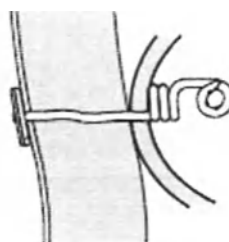

Рис. 4
5. После использования пациент должен снять соединительную трубку и извлечь штифт с фитинга опускной дверцы и закрыть фитинг для предотвращения протечки. рис. 4